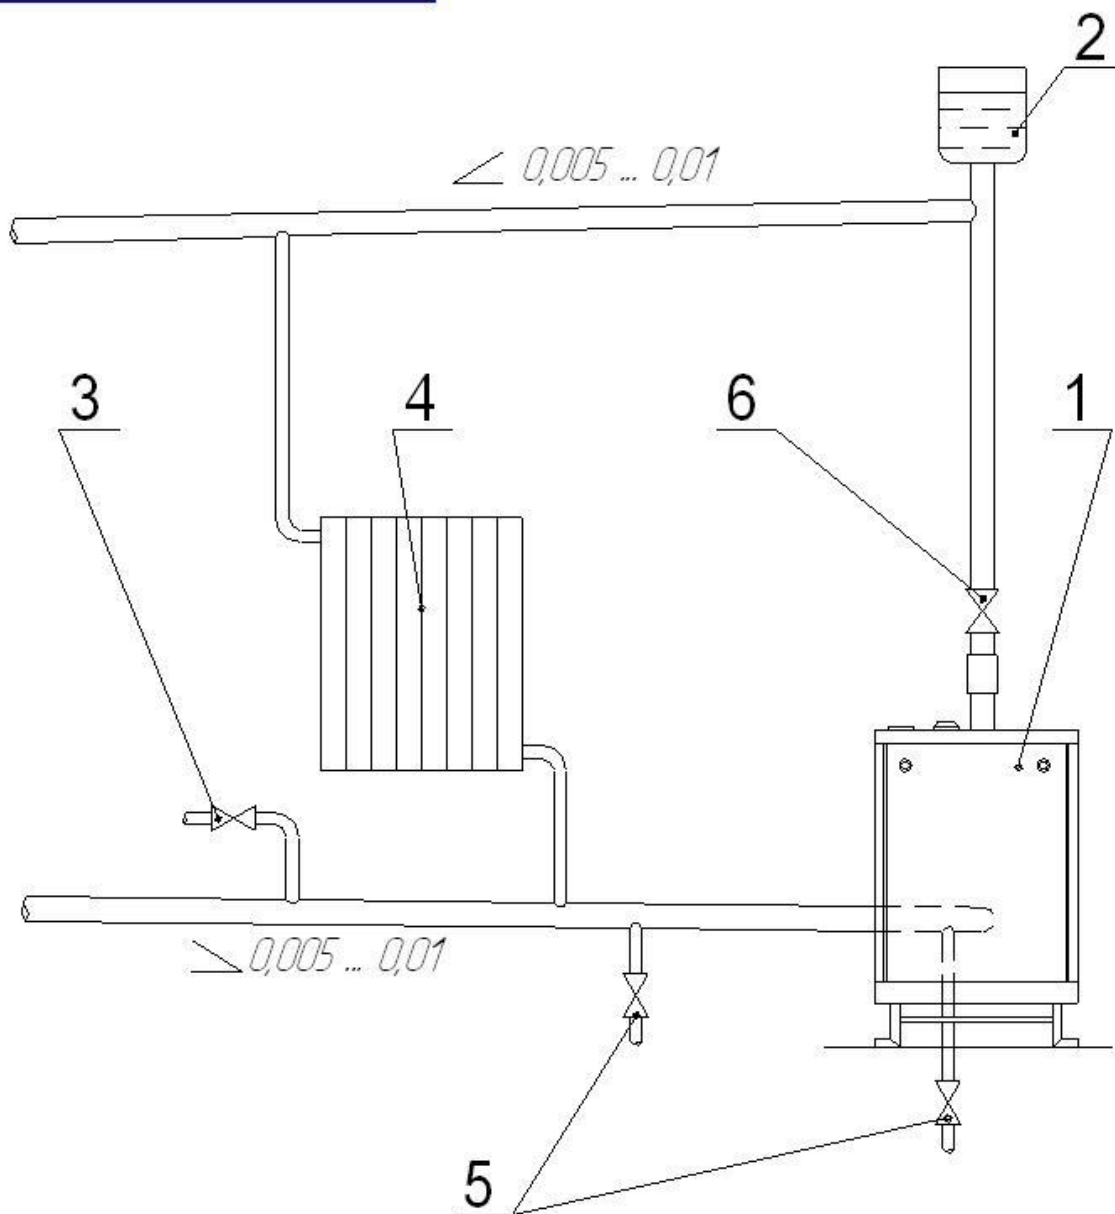

Рис. 6 . Рекомендуемая схема разводки отопительной системы с гравитационной циркуляцией воды.
5.3 Рекомендуемые схемы системы отопления приведены на рис.6, 7.